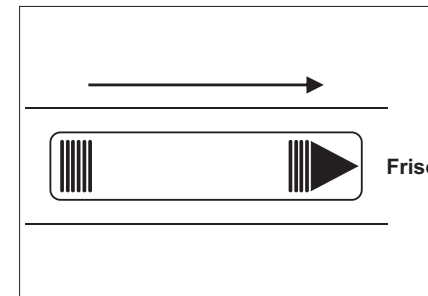

Figura 2
- Abra o friso no teto do veículo (figura 2);